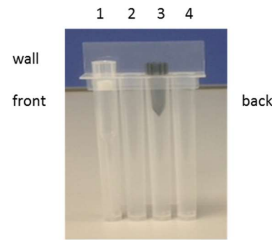

Figura 11: Disposição das pontas na Cassete da ponta
Certifique-se de que a Ponta (1) e o Punção (3) estão colocados como mostrado na imagem abaixo (Figura 11).